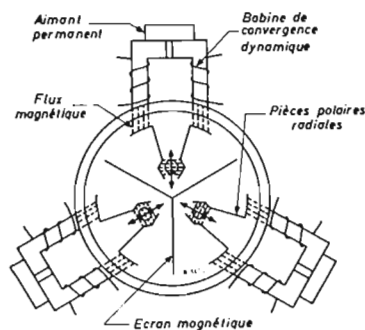
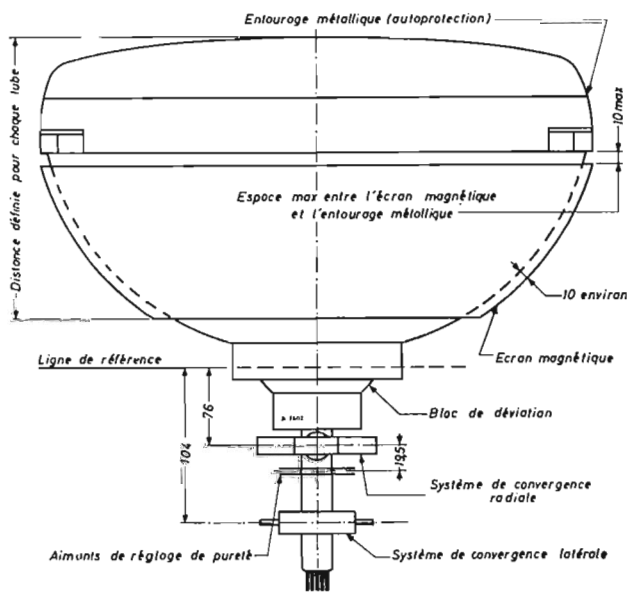

Fig. 1
Fig. 2
Chacun des trois canons est muni d'une paire de pièces polaires pour la convergence radiale. La convergence radiale peut être assurée à l'aide d'aimants externes et de bobines disposées sur le col du tube. Les flux magnétiques qu'ils engendrent sont couplés aux pièces polaires associées au travers du col de verre du tube. La forme des pièces polaires est indiquée sur la figure 1; le blindage interne empêche l'interaction entre les divers champs magnétiques. La figure 2 montre la disposition des composants sur le col du tube.
1 - BLINDAGE MAGNÉTIQUE (fig. 2).
2.2 - Positionnement (fig. 2).